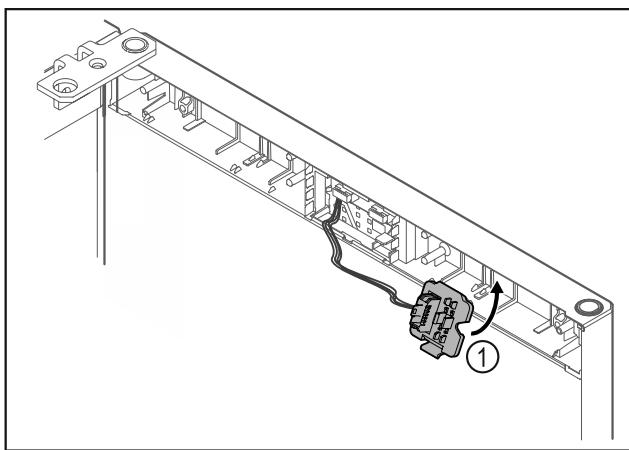

Fig. 24
- Зафіксувати кріплення штекера Fig. 24 (1) на протилежній стороні.